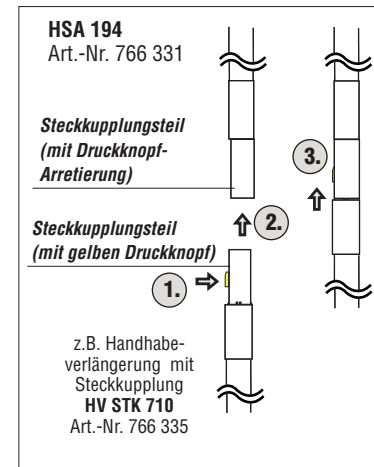

Bild 2
1.2 Über den **Adapter Typ AD HV STK SQ**, Art.-Nr. **766 313**, kann die Handhabe beim Hochspannungsanzeiger HSA 194 mit Hilfe einer geeigneten Isolier- oder Erdungsstange die einen Aufnahmekopf für Spindel-Querstift nach DIN 48 087 besitzt verlängert werden. Alternativ kann die Verlängerung auch über eine oder mehrere Handhabverlängerungen HV STK 710, Art. Nr. 766 335, erfolgen. Die maximale Gesamtlänge sollte 7m nicht überschreiten. Die Betätigung der Steckkupplung ist im Bild 2 dargestellt.